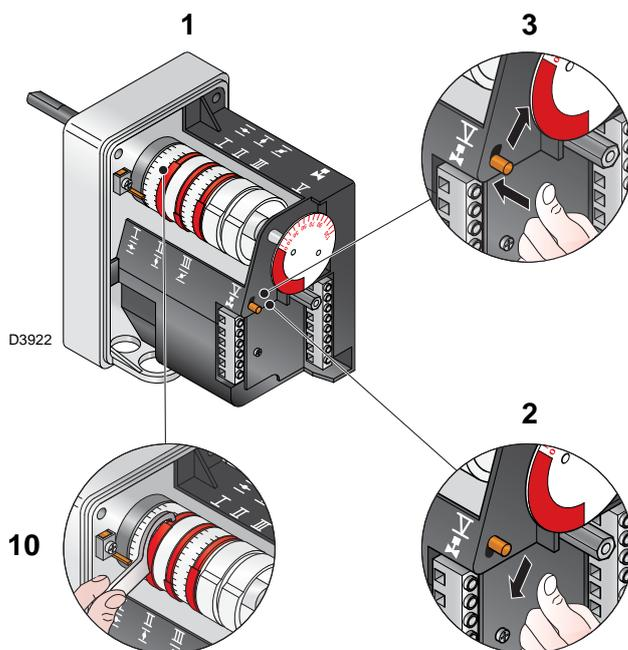

图 32
- 对凸轮 III 所进行的任何必要调整, 尤其是微调, 需通过一个磁铁使用位于伺服马达下方的专用调节键 10) (图 32)。
图例 (图 32)